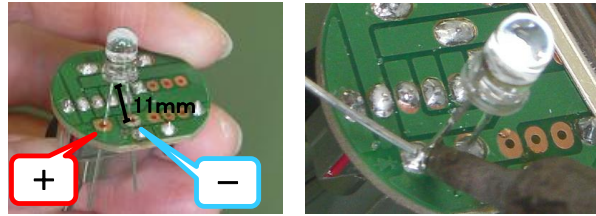

図3-7. LEDランプの取付け
⑥ 基板を裏返し、図3-7. の様にLEDランプを11mmほど浮かせて、取付ける。
LEDランプの極性を確認する(図3-7. 及びLEDランプの極性コラム参照)。